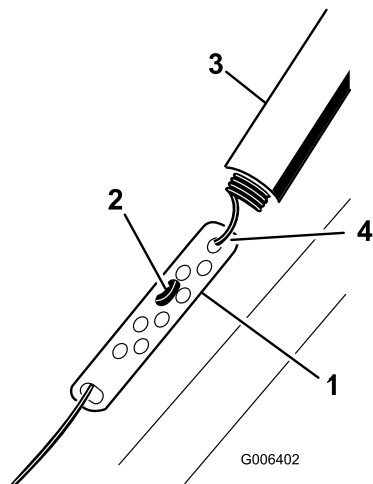

Figure 17
1. Remontez la protection du ressort et décrochez le ressort de la biellette de réglage (Figure 17).